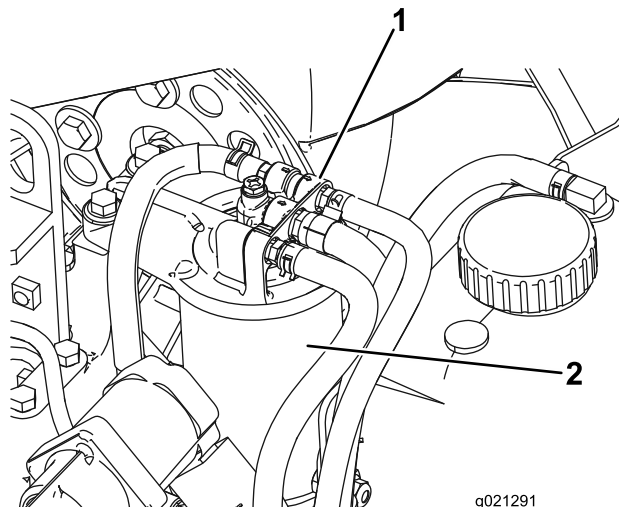

Figura 84
2. Limpe a zona em torno da cabeça do filtro de combustível (Figura 84).
3. Retire o filtro e limpe a superfície de montagem da cabeça do filtro (Figura 84).